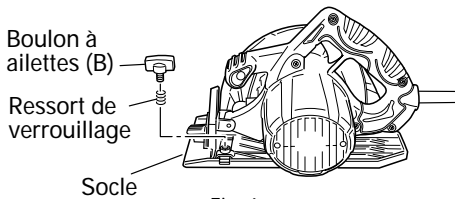

Fig. 6
3. Réglage du guide (garde de refente) (Fig. 6, 7)